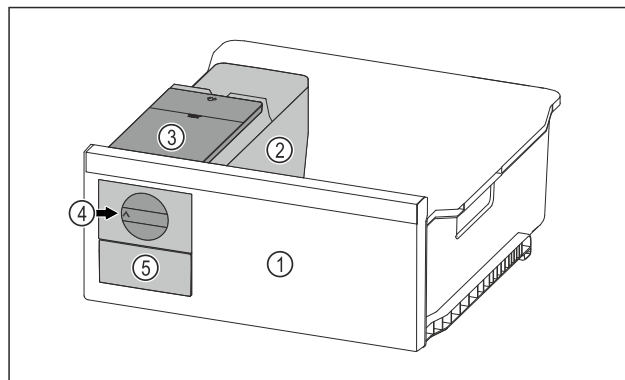

Fig. 109 Примерное изображение
- Поверните поворотную кнопку Fig. 109 (4) по часовой стрелке до упора.
- Кубики льда упадут из ванночки для кубиков льда в выдвижной ящик для кубиков льда Fig. 109 (5). Если не все кубики льда извлекаются из ванночки для кубиков льда: